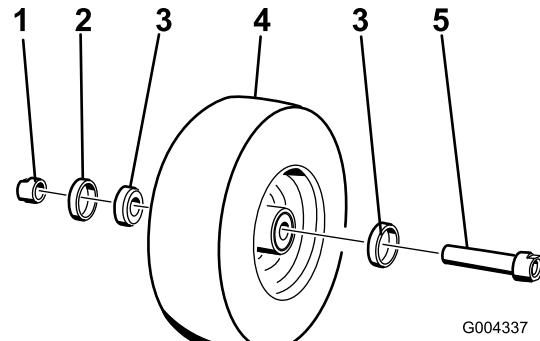

Figure 28
6. Retirez **un** des écrous-entretoises (avec méplats) de l'essieu (Figure 28).
7. Déposez l'essieu **sans** retirer l'écrou-entretoise opposé (Figure 28).
10. Insérez le roulement, assorti d'un joint neuf, dans la roue (Figure 28).
12. Montez l'assemblage écrou et essieu dans la roue du côté roulement, avec un joint neuf (Figure 28).
14. Insérez le second roulement, assorti d'un joint neuf, dans la roue (Figure 28).